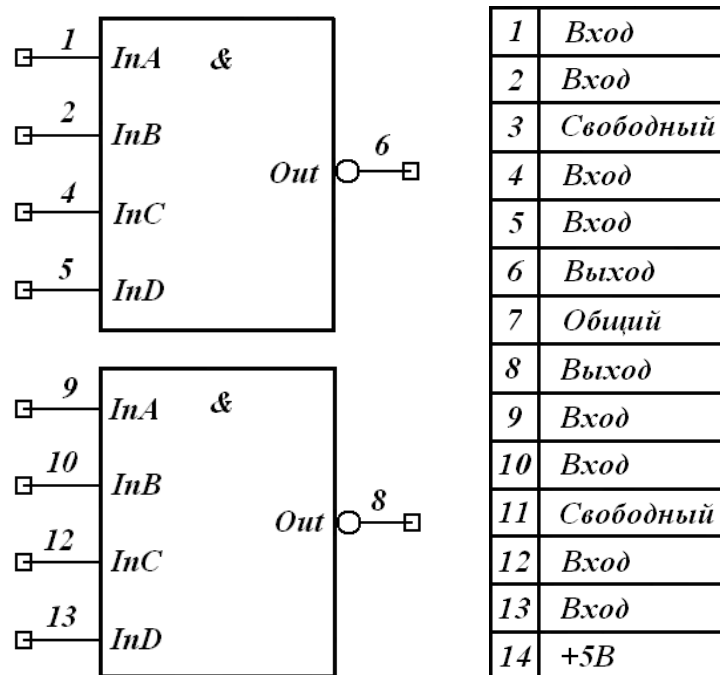

Рисунок 3.8 - Цоколевка микросхемы 133ЛА6
- Заполним таблицу в соответствии с цоколевкой микросхемы (рис. 3.8).